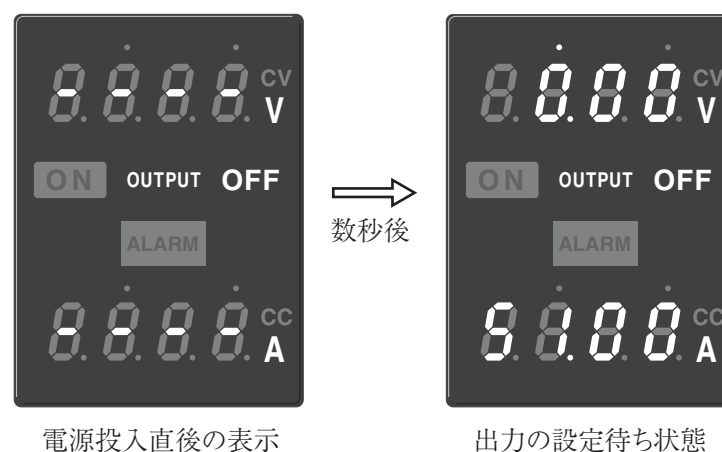

図 3-2 電源投入時の表示 (PAM40-50 の表示例)
6. 表示部の電圧計および電流計に " ——— " が数秒間表示されます。図 3-2 を参照してください。